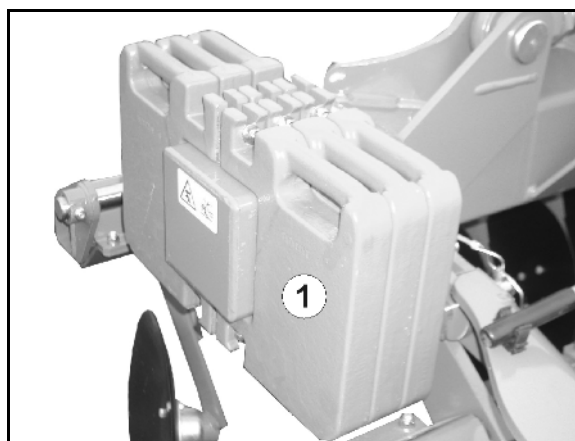

Fig. 34
Retirez la cheville de blocage (Fig. 34/2) avant le réglage.
Après le réglage, bloquez les éléments d'écartement (Fig. 34/1) avec la cheville de blocage et mettez la goupille (Fig. 34/3).
2. Sortir les éléments d'écartement arrière (en commençant par le disque de butée (Fig. 34/4), sur les deux flèches).
2. Sortir les éléments d'écartement avant (en commençant par le disque de butée (Fig. 34/4), sur les deux flèches).